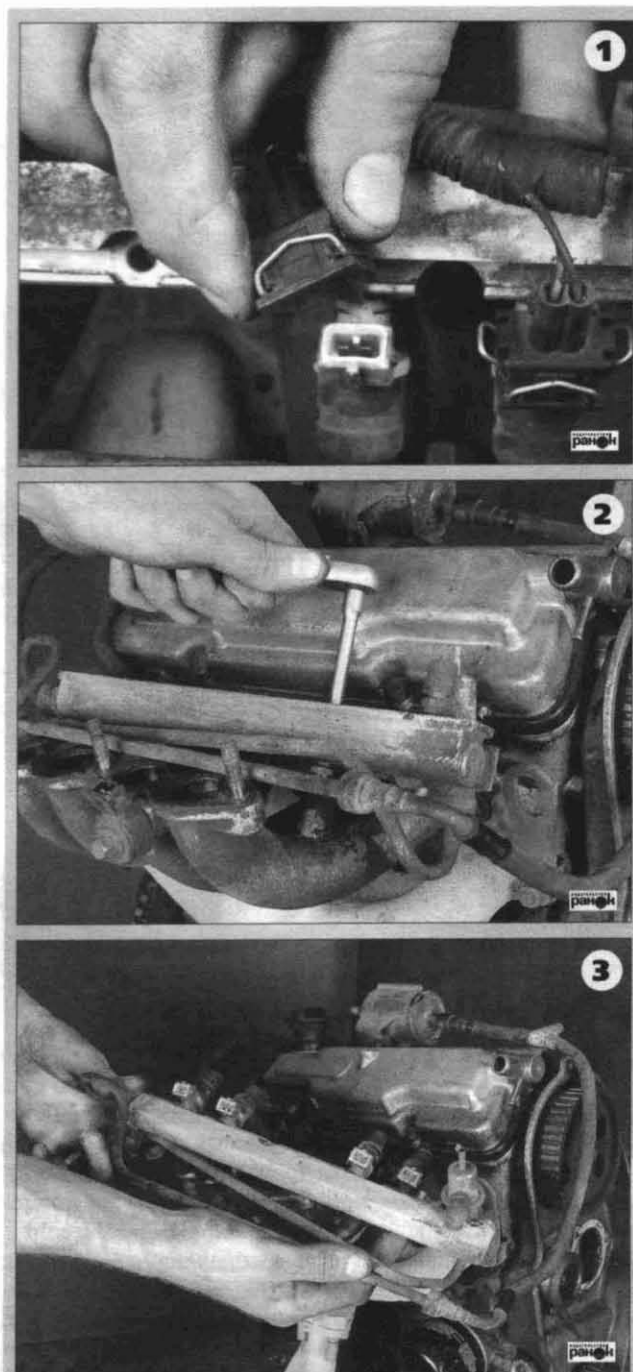

Рис. 2.45. Снятие топливной рамп (рампы форсунок)
- открутив болты крепления, снять рампу (рис. 2.45);